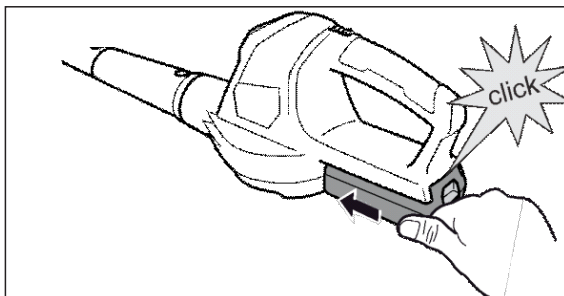

Fig 2
- Mettez la batterie en place comme sur la figure 2, en prenant soin d'appuyer sur aucun bouton de commande pour éviter tout démarrage intempestif.